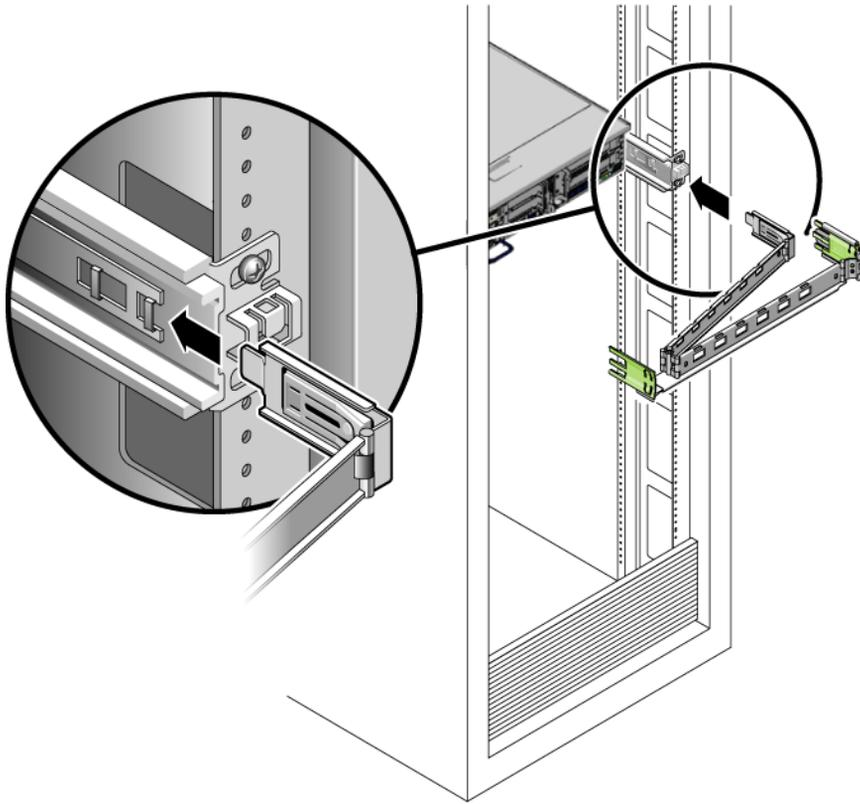

FIGURE 2-9 Montage du connecteur CMA interne
2. Insérez la plus petite des extensions dans le clip situé à l'extrémité du support de montage (FIGURE 2-9).